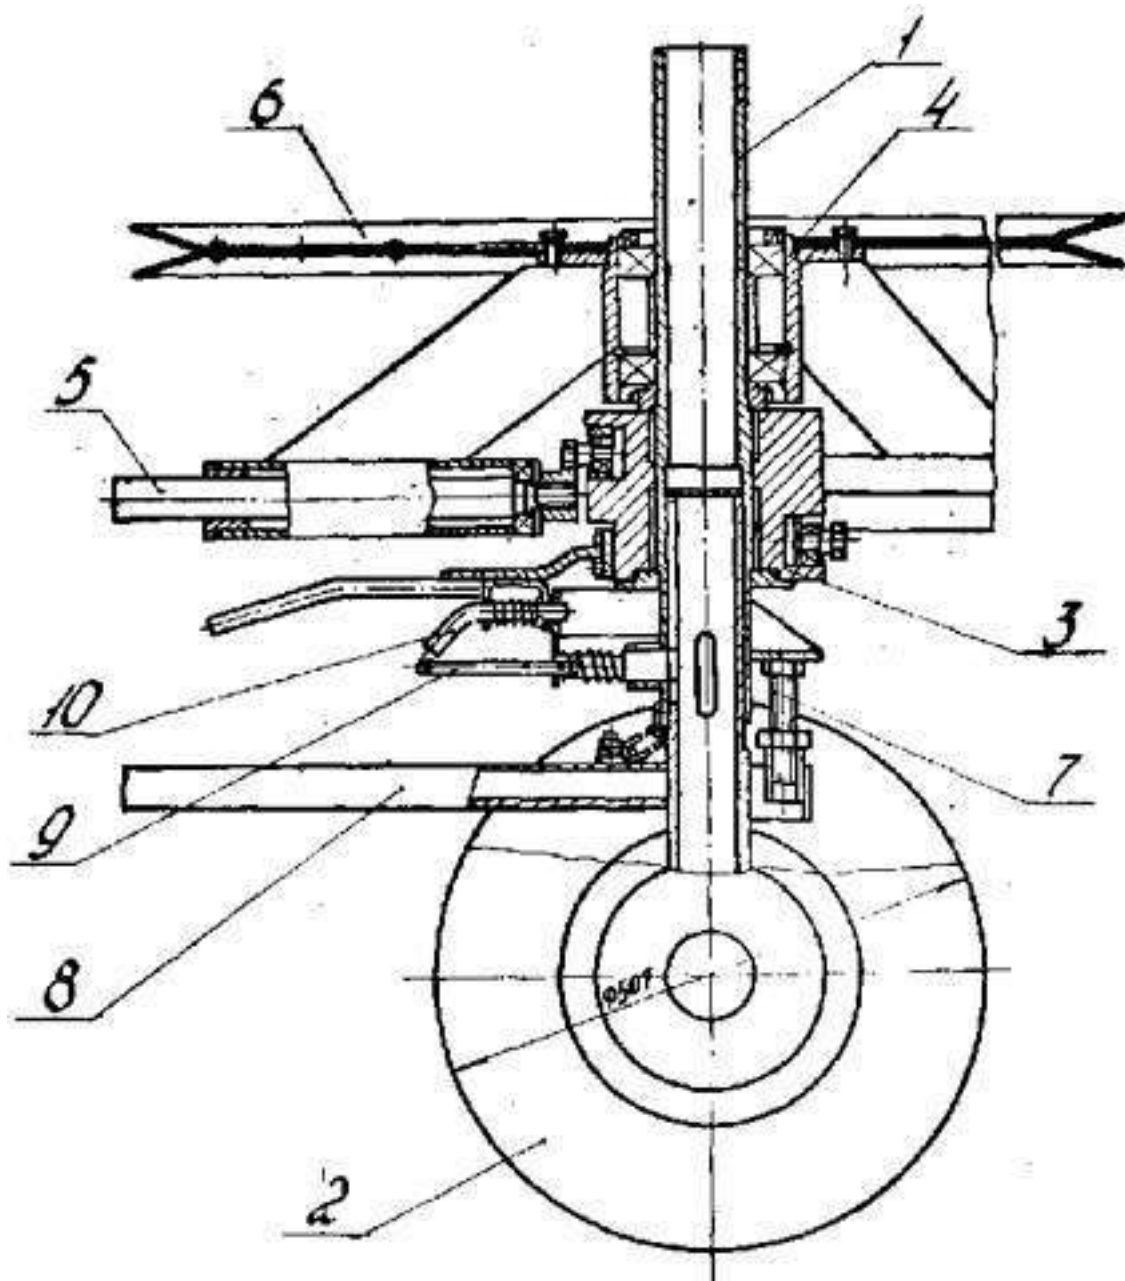
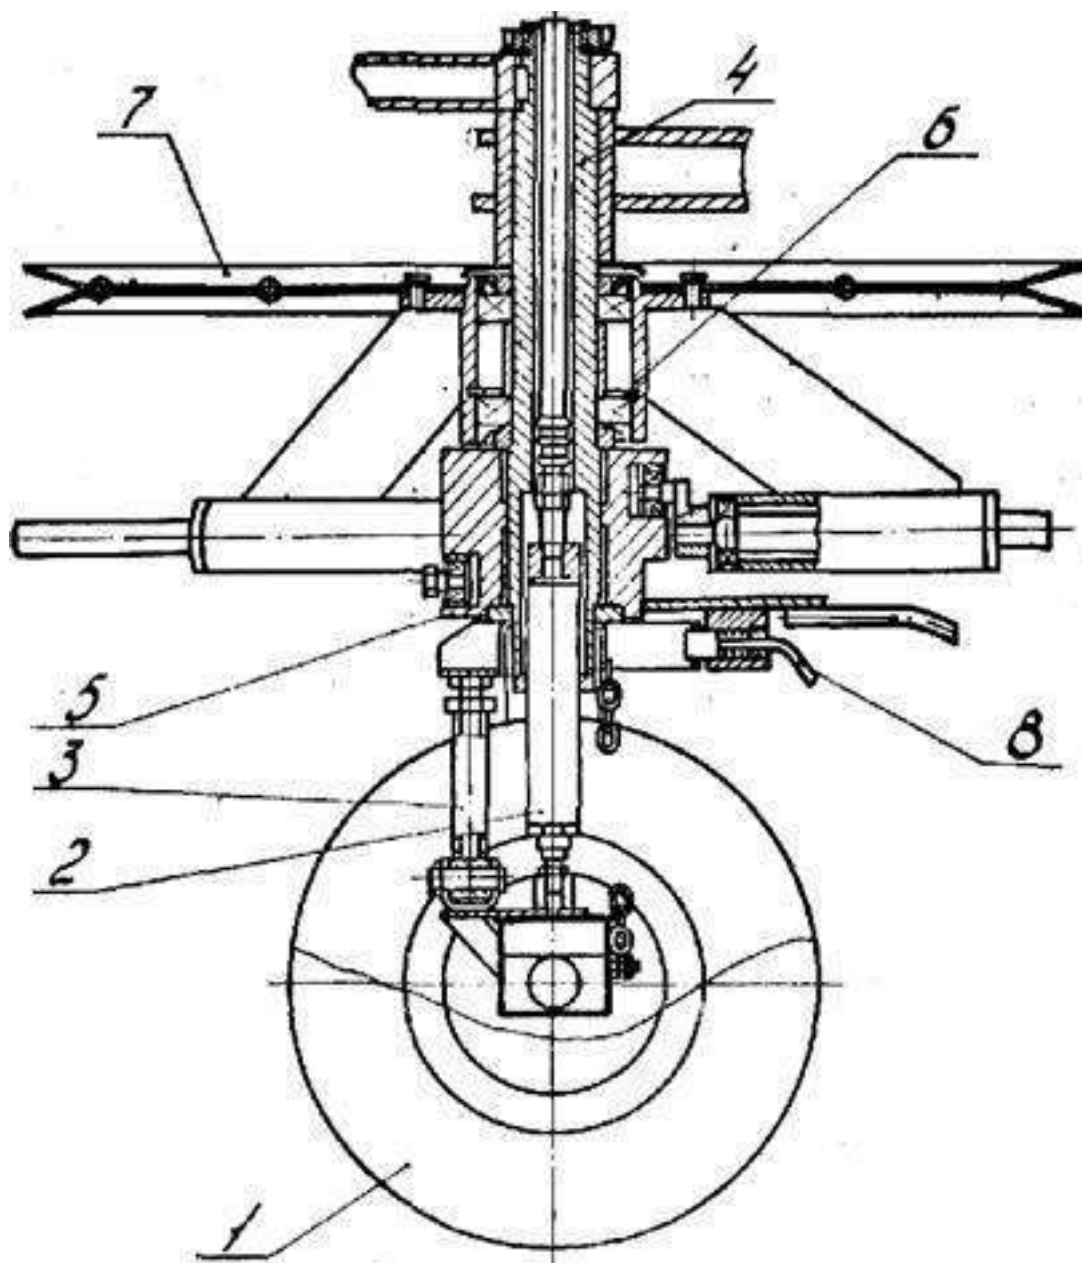

Рис. 1.4. Ротор левый
Рис. 1.5. Ротор правый
1.4. Ротор левый 3 состоит из корпуса 4 /рис.1.4/, в котором смонтированы граблины. Корпус ротора устанавливается на подшипниках качения на оси 1, нижняя часть которой опирается на колесный ход 2, В нижней части корпуса установлен копира 3, который может поворачиваться на оси и фиксируется в трех положениях ври помощи фиксатора 10. В верхней части корпуса крепится шкив 6. В транспортное или рабочее положение колесный ход 2 поворачивается ручкой 8 и фиксируется стопором 9.
1.5. Ротор правый состоит из корпуса 6 /рис.1.5/, в котором смонтированы граблины. Корпус ротора устанавливается на подшипниках качения на оси 4. Внутри оси расположен гидроцилиндр 2, служащий для подъема ротора и закрепленный на колесном ходе 1. В нижней части корпуса установлен копира 5, который поворачивается на оси и фиксируется в трех положениях фиксатором 6. В верхней части корпуса крепится шкив 7.
4.4.2. Установите колесный ход 1 правого ротора /рис.1.5/ рабочее положение /балка оси колес параллельно раме/ повернуть упор 3 на 90° /при этом болт должен находиться под кронштейном оси ротора/. Опустите ротор.
4.4.3. Установите колесный ход 2 левого ротора /рис.1.4/ в рабочее положение, тягой выведя стопор 9 из паза, повернув ручку 8 на 90° и зафиксировав стопором. Приспустите ротор прицепным устройством трактора так, чтобы колеса левого ротора находились на расстоянии 10...40 мм от поверхности почвы.
4.4.4. Отсоедините сницу от рамы 1 сняв фиксатор 14 /рис.1.4/ повернув руль трактора вправо, задним ходом переведите грабли в рабочее положение.
4.5. Отрегулируйте зазор между зубьями граблин и почвой. Зазор должен быть 10...20 мм и регулируется на левом роторе с помощью регулировочного болта 7 /рис.1.4/, а на правом роторе регулировочным болтом на упоре 3 /рис.1.5/.